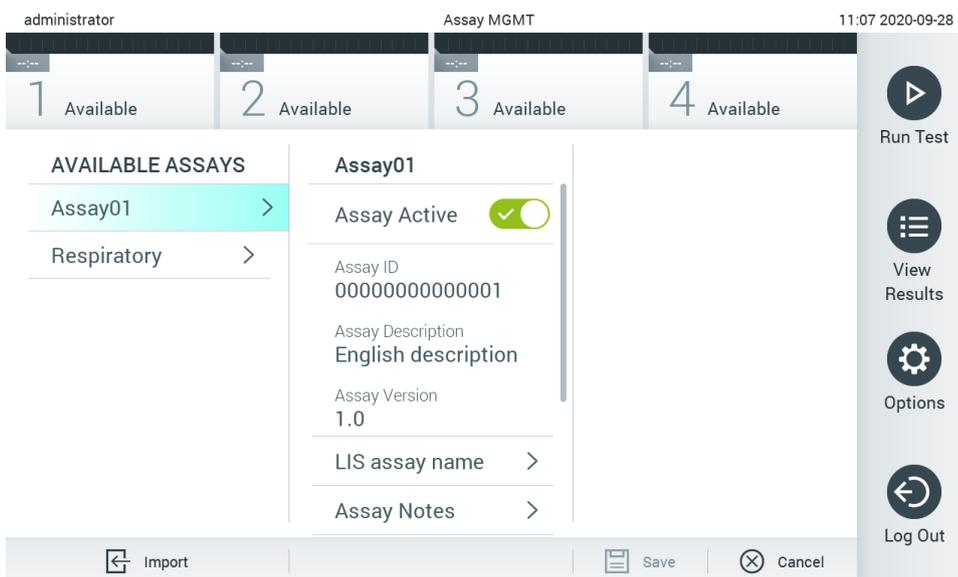

Figura 68. Attivazione dell'esame.
7. L'esame diventa attivo selezionando Assay Active (Esame attivo) (Figura 68).